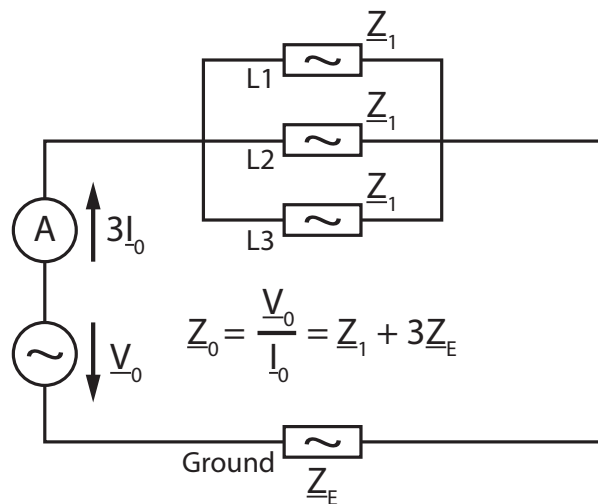

Figure 4-1: Définition de l'impédance homopolaire
2. Rapport complexe entre l'impédance homopolaire et l'impédance directe (voir la Figure 4-1: «Définition de l'impédance homopolaire» page 36) :